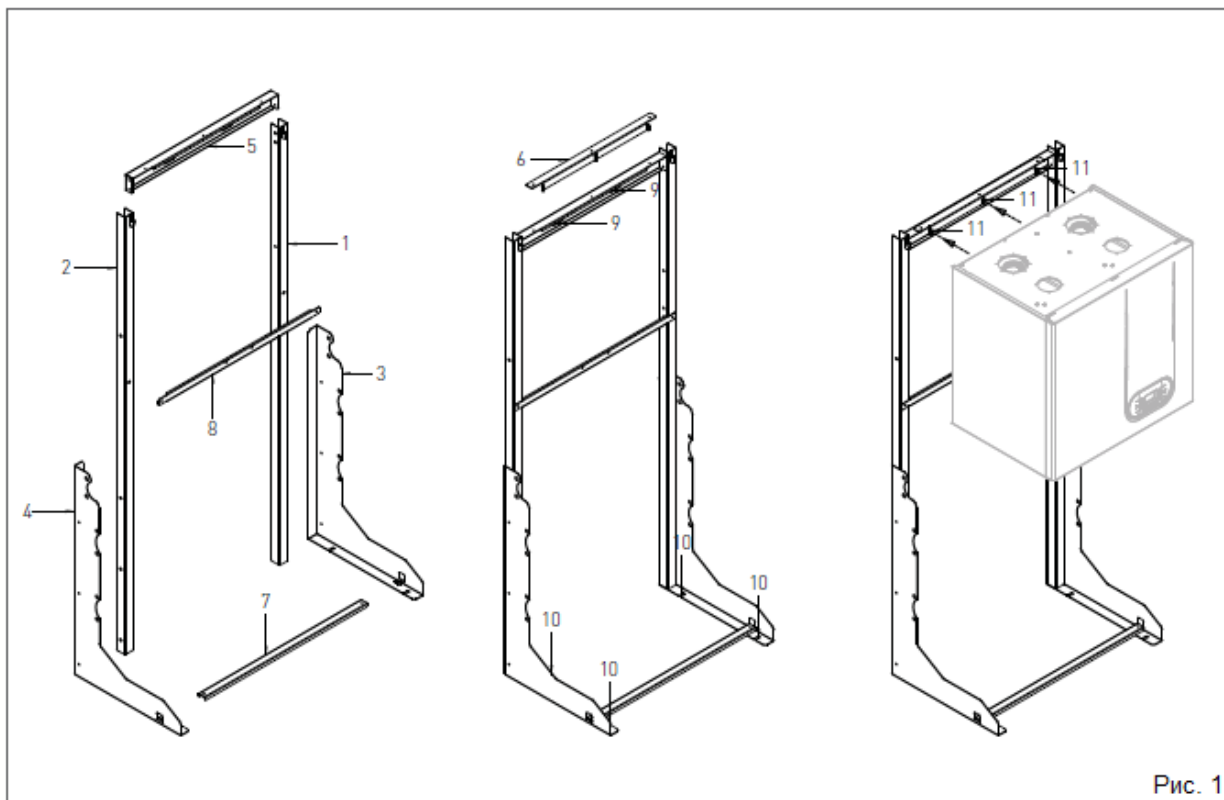

Рис. 1
2. Соедините боковые профили 3 и 4 со стойками 1 и 2 (рис. 1)